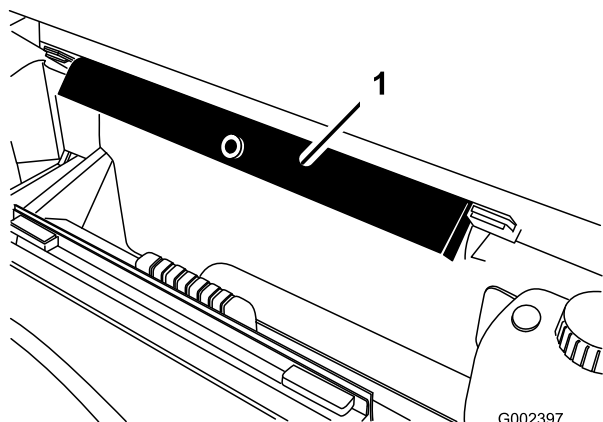

Figura 11
8. Retire el soporte de la plataforma de los soportes de almacenamiento situados en la parte trasera del panel del ROPS (Figura 11).